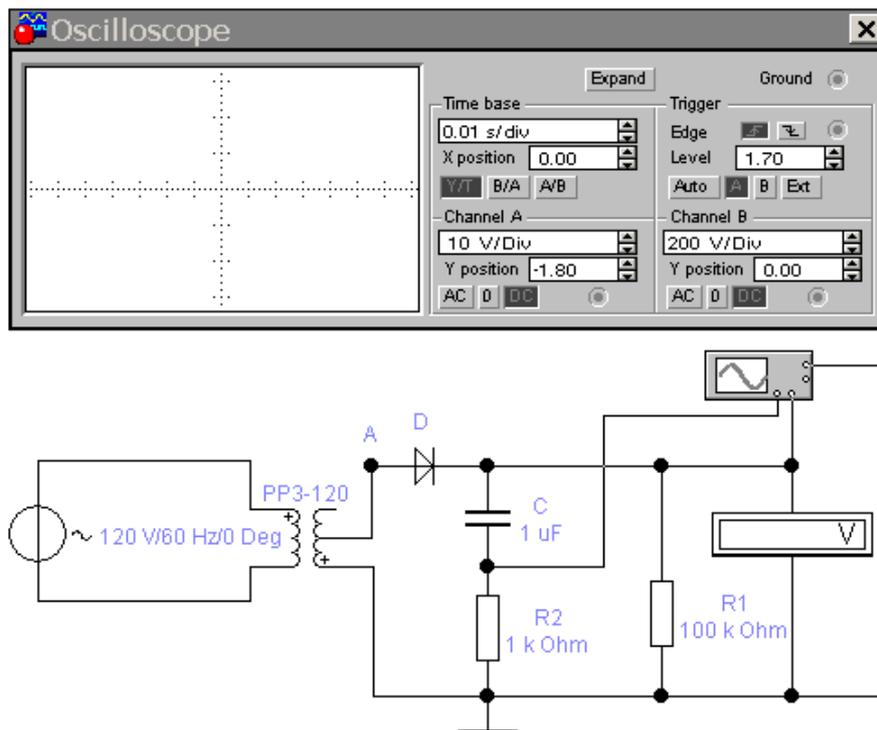

Рисунок 10.5 – Схема однополупериодного выпрямителя
10.2.2 Открыть файл V1.ewb со схемой, показанной на рис. 10.5. На канал А осциллографа подается напряжение на измерительном резисторе  $R_2$ , пропорциональное току  $I_0$ , заряжающему конденсатор  $C$ , а на канал В – выходное напряжение  $U_{ВЫХ}$  выпрямителя.